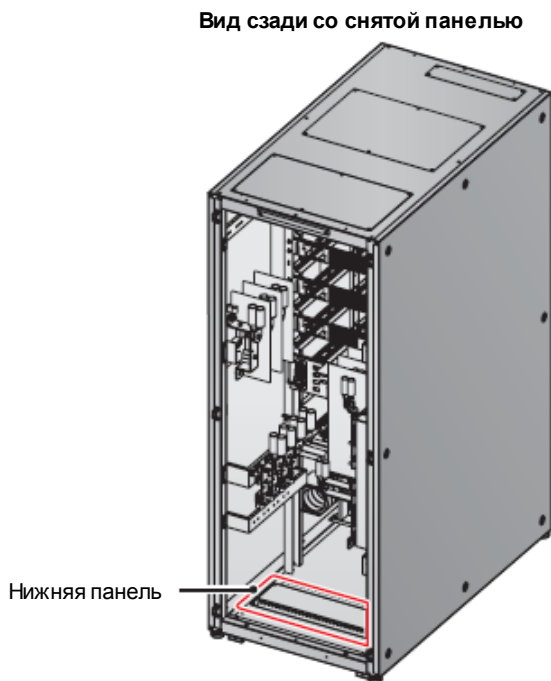

Рисунок 5-15: Расположение нижней панели
- 4 Для нижнего подключения снять нижнюю панель (крепится 4 винтами), см. **Рисунок 5-15**.